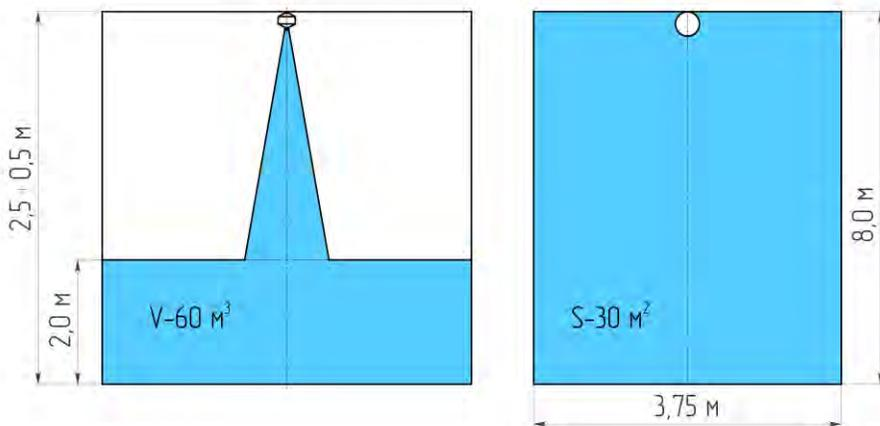

Рисунок 1 – Конфигурация зоны защиты модуля МПП для очагов класса «А»
2.2 Огнетушащая способность и конфигурации распыла порошка МПП «Гранат-6С» в защищаемой зоне при тушении очагов пожара классов «А» приведена в табл. 2 и на рис.1.